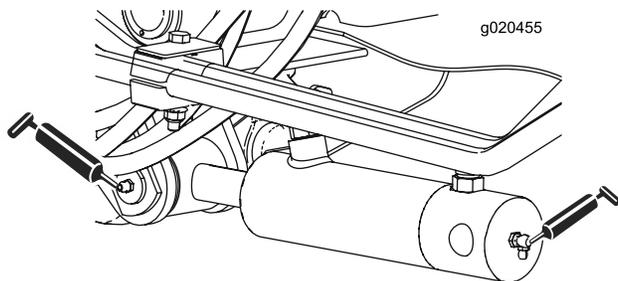

Figura 40
- 2 (su ciascun lato) boccole orientabili del cilindro del braccio di sollevamento (Figura 40)